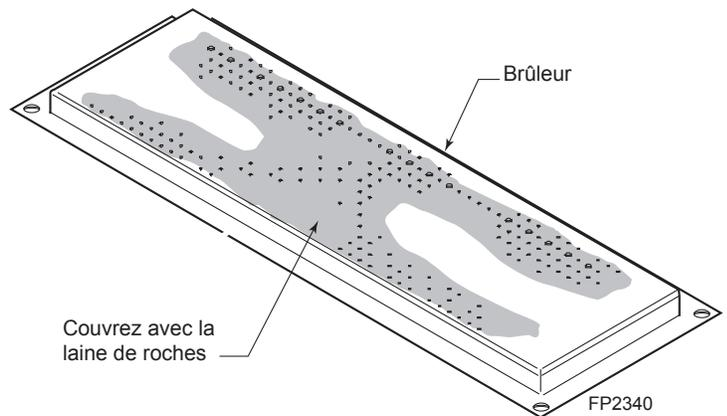

Figure 49 -
2. Étendre une couche de laine de roche de manière à couvrir le brûleur. Figure 49